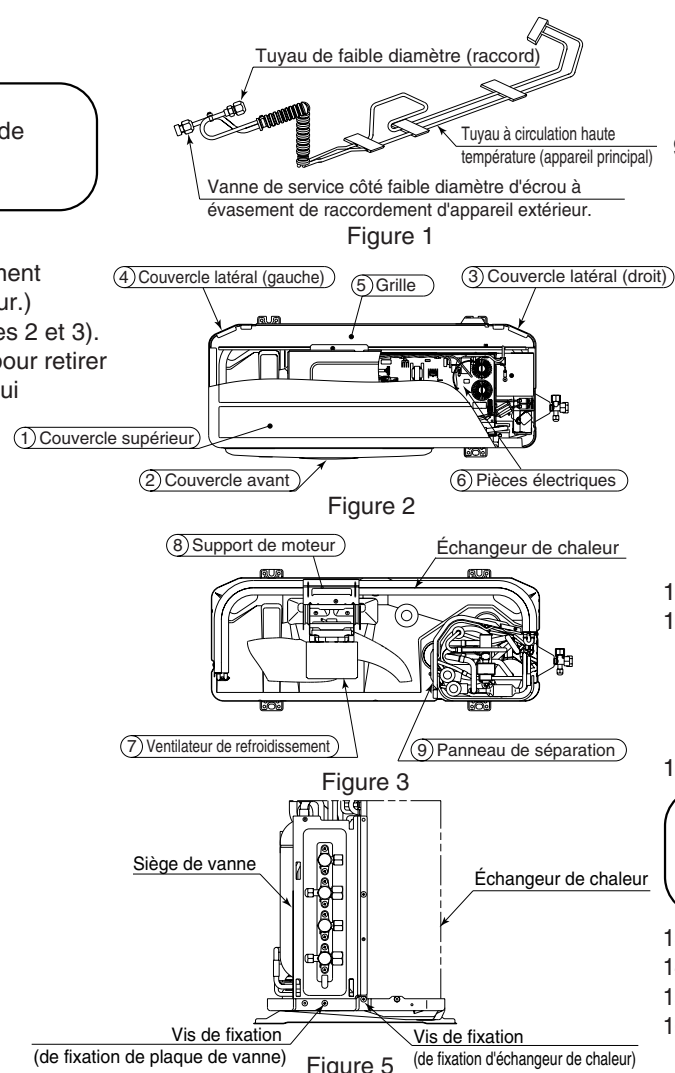

Figure 5
6. Retirer les vis de fixation de l'échangeur de chaleur (une vis de fixation à droite et à gauche) et la plaque de vanne (une vis de fixation) (se référer à la figure 5.)